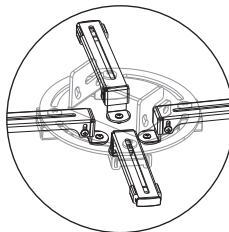

图17
- 3、如果所需安装的投影机的安装孔的距离小于120mm,把安装支臂(4-3)反向安装在投影机上,通过调整滑动安装部件(4-5)的位置将安装支臂(4-2)连接安装底盘(4-6)如图17。